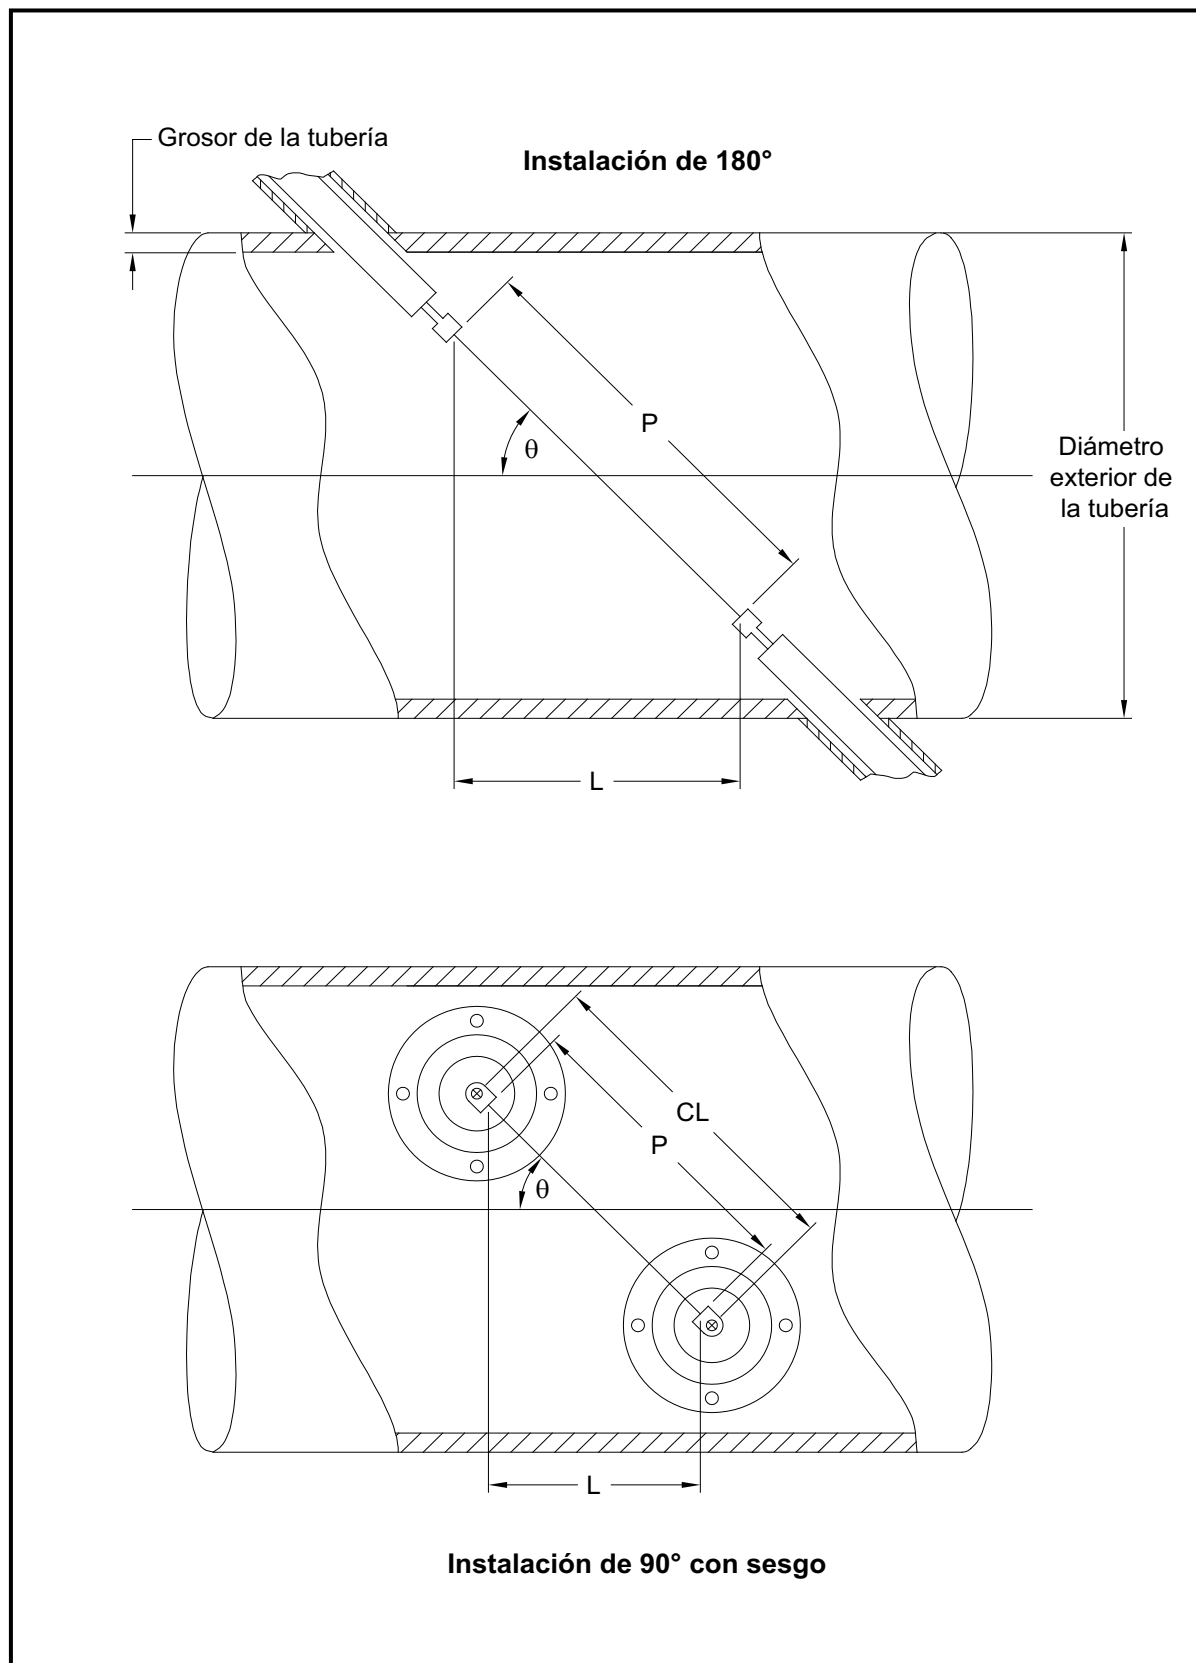

Figura 17: Vista superior de las instalaciones del transductor
La exactitud de los valores P y L programados es fundamental para obtener mediciones precisas del caudal. Si Panametrics suministra la celda de flujo para el sistema, los valores correctos se incluirán en la documentación que acompaña a la unidad. Para transductores instalados en una tubería existente (ver *Figura 17 en la página 58*), P y L deben medirse en el sitio. Este apéndice proporciona instrucciones para determinar correctamente estas dimensiones.
Cuando sea posible, mida físicamente la distancia cara a cara (P) y la distancia axial (L) entre los centros de las caras planas de los transductores. Consulte *Figura 17 en la página 58* para ver una ilustración de las distancias adecuadas que deben medirse en una instalación típica.
Con una instalación de transductor con sesgo de 90° , a veces ocurre que los únicos parámetros conocidos son el ángulo del transductor (θ) y la distancia entre los ejes centrales de los cuerpos del transductor (CL). En estos casos, aún es posible calcular tanto P como L combinando la primera ecuación anterior con la segunda ecuación siguiente (ver *Figura 17 en la página 58*):